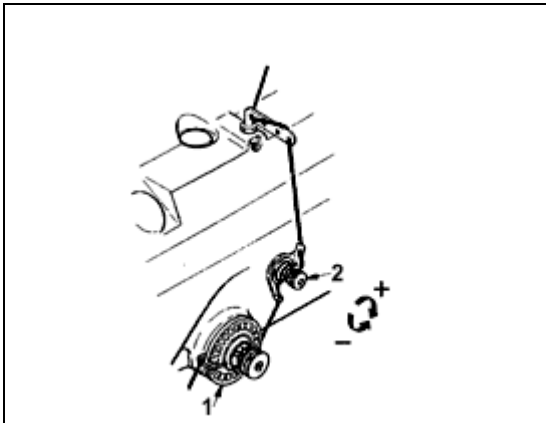

Fig. 18
A porca polegar de pré-tensão (2) deve ser ajustada de modo que o fio na agulha gire a roda tensionadora rotativa (1) sem deslizar (fig. 18).